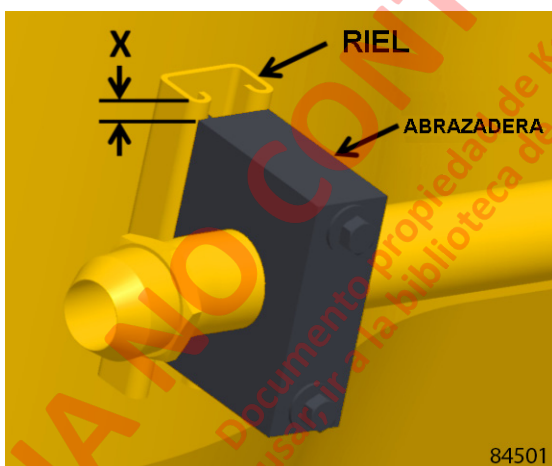

FIGURA 3-30. POSICIÓN DE LA ABRAZADERA
8. La dimensión X debe ser de aproximadamente 6,35 - 12,7 mm (0,25 - 0,50 in), como se muestra en la Figura 3-30.